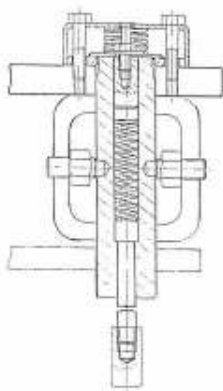

Fig.41 Abb.41
1. Premere il pulsante di sollevamento, sollevare i carrelli all'altezza di circa 70cm da terra, quindi premere il pulsante di blocco, REGOLARE L'INTERRUTTORE PRINCIPALE (IG) NELLA POSIZIONE 0 E TOGLIERE L'ALIMENTAZIONE AL SOLLEVATORE.
3. Montare i bracci nei supporti del carrello e inserire le spine fisse nei fori del supporto come mostrato in fig.32 e fig.41
1. Press the up push button, raise the carriages to a height of about 70cm off the ground, then press the lock push button, SET THE MAIN SWITCH (IG) TO POSITION 0 AND CUT OFF THE POWER SUPPLY TO THE LIFT.
3. Mount the arms into the carriage supports and inset the dowel pins into the support holes as shown in Fig.32a and Fig.41, notice the entry of both arms is the same with the entry of the vehicle.
- 1.Die Hebetaste drücken und die Schlitten bis auf einen Bodennabstand von 70 cm hochfahren. Dann die Sperrtaste drücken, DEN HAUPTSCHALTER (IG) AUF 0 STELLEN UND DIE STROMVERSORGUNG DER HEBEBÜHNE UNTERBRECHEN.
- 3.Die Schwenkarme an den Halterungen des Schlittens befestigen und die Stifte in die Löcher der Halterungen einsetzen, wie auf Abb. 32 und Abb. 41 dargestellt ist.